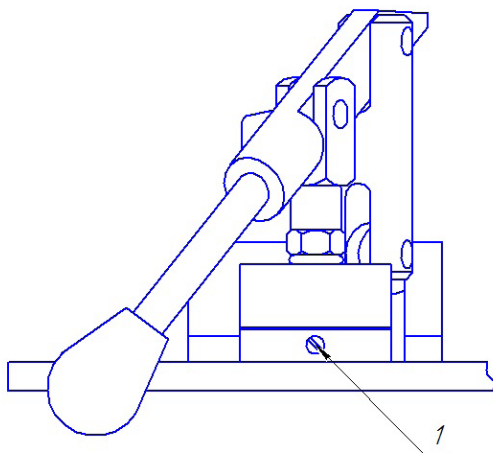

Рис. 5.
6.11 На ручном насосе открутите иглу 1 (Рис. 5) на $\frac{1}{2}$ оборота. Плавно качайте ручным насосом до тех пор, пока из-под резьбы иглы 1 не перестанут выходить пузырьки воздуха. После этого, закрутите иглу 1 с небольшим усилием.